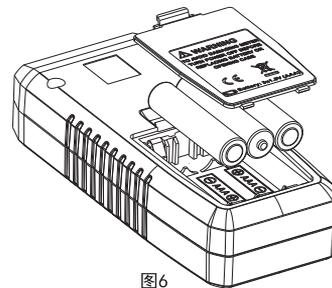

图6
- 本仪器的电源为3节1.5V AAA(7号)电池,请参考(图6)试用下列顺序安装或更换电池。